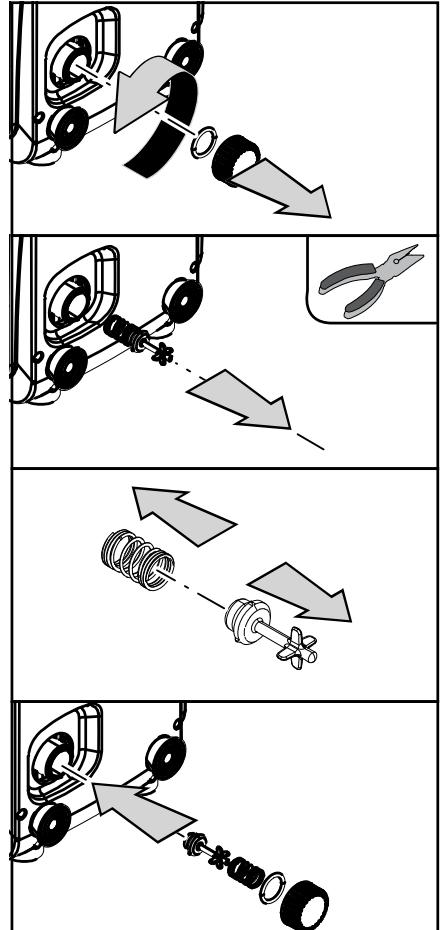

Fig. 19
3. ta oavsett bort avtappningspluggen på sidan E. Se till att O-ringarna inte kommer bort (Fig. 19);